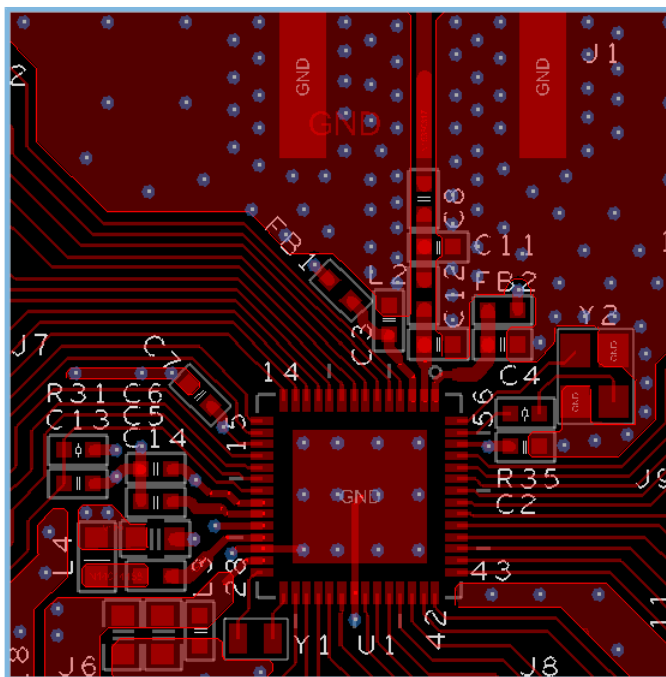

图 4-13 TOP层参考设计
1. 采用单面（TOP面）布局，且走线也尽量在TOP层，保证BOTTOM的地平面尽量完整。参考图 4-13，TOP层用于元器件布局和RF等关键信号走线。